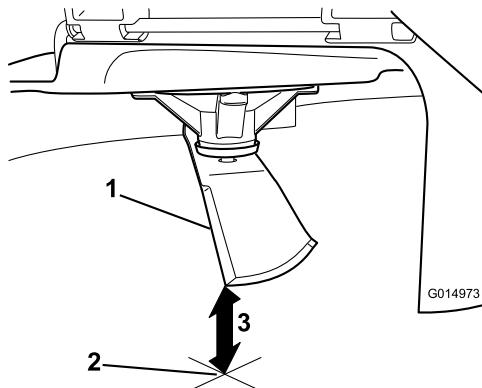

Figura 66
5. Mida desde la punta de la cuchilla hasta la superficie plana (Figura 66).